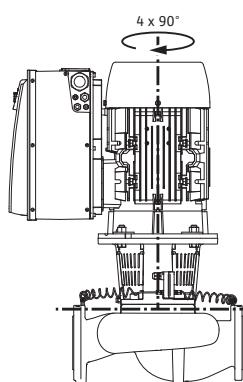

Rys. 18: Dopuszczalne pozycje montażowe z poziomym wałem silnika
Dopuszczalne pozycje montażowe z poziomym wałem silnika i modułem elektronicznym skierowanym w górę (0°) są przedstawione na rys. 18. Nie przedstawiono dopuszczalnych pozycji montażowych z modułem elektronicznym zamontowanym z boku ($+/- 90^\circ$). Dozwolone jest każde położenie montażowe, z wyjątkiem montażu „moduł elektroniczny skierowany w dół” (-180°). Odpowietrzanie pompy jest zapewnione tylko wtedy, gdy zawór odpowietrzający jest skierowany w górę (rys. 18, poz. 1).
Tylko w tej pozycji (0°) spływający kondensat może być odprowadzany przez odpowiedni otwór, latarnię pompy oraz silnik (rys. 18, poz. 2).
- Zawór odpowietrzający na latarni (rys. 6, poz. 1.31) przy poziomym wale silnika musi być zawsze skierowany do góry (rys. 6). Przy pionowym wale silnika dozwolona jest każda orientacja. Patrz także Rys. 18: „Dopuszczalne pozycje montażowe z poziomym wałem silnika” na stronie 136 lub Rys. 19: „Dozwolone położenia montażowe z pionowym wałem silnika” na stronie 136.
- Przy poziomym wale silnika otwór na kondensat musi być skierowany w dół (rys. 18, poz. 2). W razie potrzeby odpowiednio obrócić silnik.